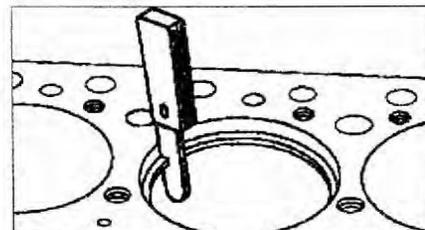

Рис. 2.44. Проверка зазора между концами колец.
4. Измерьте зазор между концами колец (рис. 2.44).